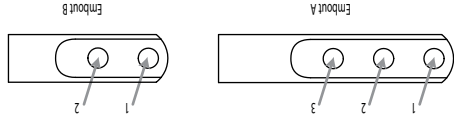

Figure 17.14 Embouts du véhrn.
- 3 Fixez l'embout de vérin souhaité en maintenant le vérin stationnaire et en tournant l'embout dans le sens horaire jusqu'à ce qu'il soit complètement fixé. Pour déterminer le meilleur embout, consultez la figure 17.14 et le tableau 17.3.